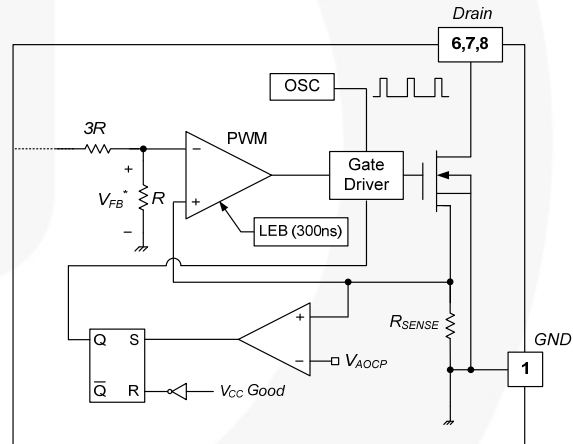

图 22. 异常过流保护
**4.2 异常过流保护 (AOCP):** 当次级整流二极管或变压器引脚短路时, 在最小导通时间内有一个具有极高 di/dt 的陡波电流流过 SenseFET。在这种异常情况下, 过载保护不足以保护 FSL117MRIN, 因为在触发 OLP 之前, 会有很大的电流应力施加到 SenseFET 上。内部 AOCP 电路如图 22. 所示。当栅极导通信号被施加到功率 SenseFET 时, AOCP 模块被启用并监控通过感测电阻的电流。电阻两端的电压与预置 AOCP 电平进行比较。如果感测电阻电压大于 AOCP 电平, 设置信号被施加到 S-R 锁存, 导致 SMPS 关断。